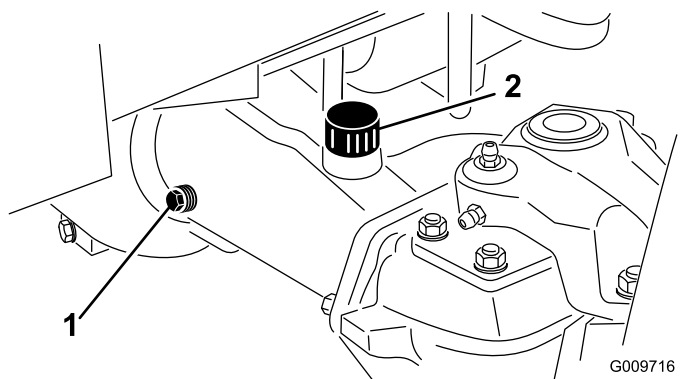

図 66
2. アックスの一方の端部から点検用プラグを抜き、穴の高さまで潤滑油があることを確認する 図 66。